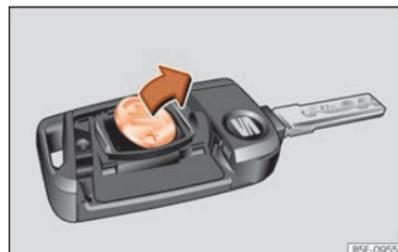

Fig. 49 Llave del vehículo: extracción de la pila.
- Extraiga la pila del compartimento con un objeto fino adecuado »» fig. 49 .
- Encaje una pila de botón nueva en el compartimento »» ② .